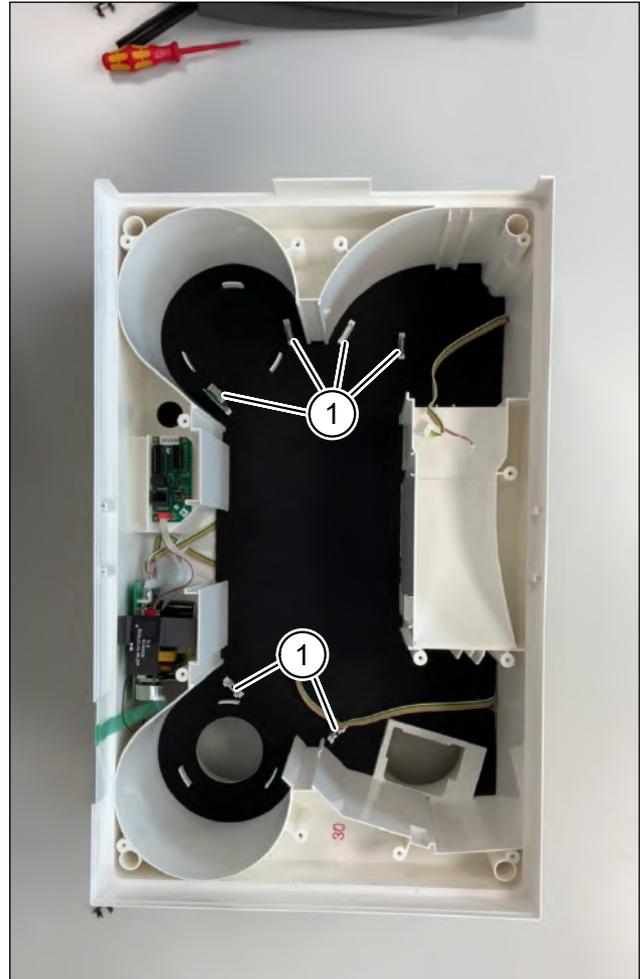

Abb. 6: Sensoren entfernen
- ▶ Nehmen Sie die Sensoren (Pos. 1 in Abb. 6) aus den Halterungen.